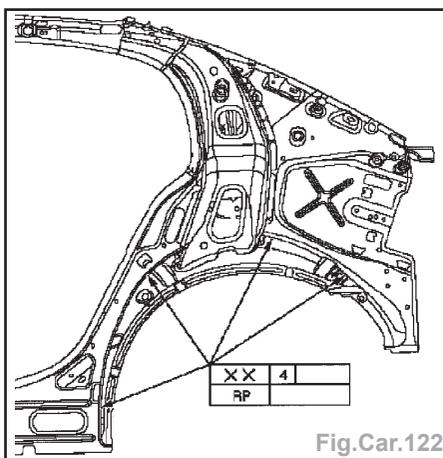

Fig.Car.122
- Appliquer la colle à structure pour carrosserie sur le panneau latéral intérieur (Fig.Car.122).